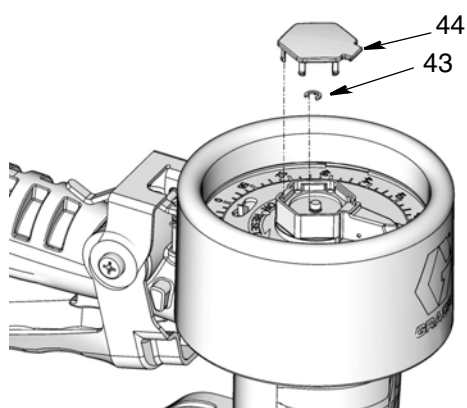

ABB. 26
2. Abdeckung (44) und kleinen Haltering (43) entfernen (ABB. 26).